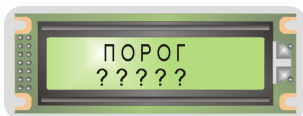

Рис. 5.1. Вид ЖКИ БУК при переводе влагомера в режим «Порог»
5.3. При нахождении прибора в ОСНОВНОМ РЕЖИМЕ (см. рис. 1.4) нажать на клавиатуре кнопку «+/(N0)», на ЖКИ при этом высветится предложение ввести пароль для входа в режим «Порог» (рис. 5.1).